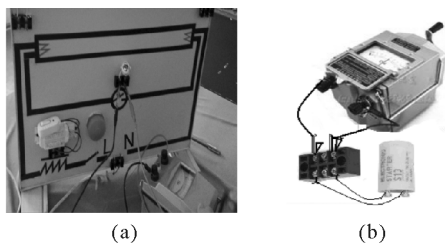

图 5 检测启辉器
启辉器的检测方法如图 5 所示;用  $2\ 500\ V$  绝缘电阻表的红色检测线(L) 鳄鱼夹和黑色检测线(E) 鳄鱼夹分别夹住启辉器的两个引脚,当以每分钟 120 转的转速沿顺时针旋转绝缘电阻表的摇把时启辉器发出橘红色的光,实验现象表明启辉器性能完好,反之启辉器损坏.